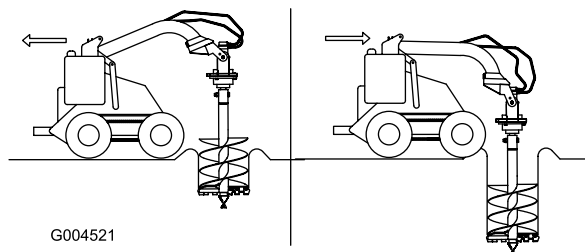

Figura 10
6. Coborâi melcul încet pe măsură ce solul este afânat. Pe măsură ce săpai mai adânc, deplasei unitatea de traciune înapoi sau înainte, după cum este necesar, pentru a menine melcul vertical (Figura 10).